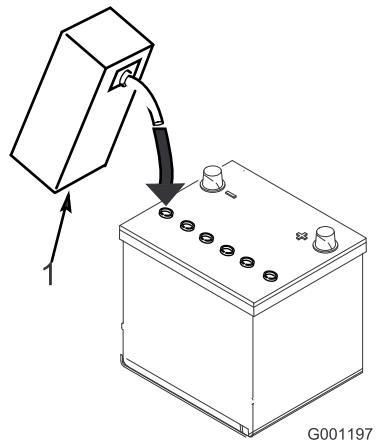

図 5
3. 各セルの電極板が液面下 6 mm程度に水没するまで、電解液を慎重に入れる（図 5）。
4. 電極板が液を吸収するまで20-30分間程度待つ。必要に応じて、電極板が 6 mm程度水没するぐらいに電解液を補充する（図 5）。